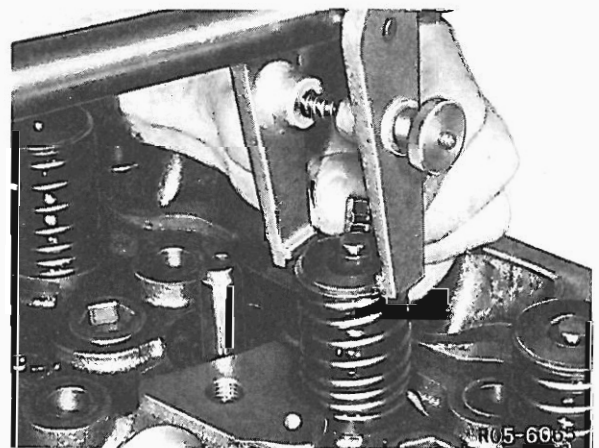

Bild 2
- 4 Kegelhälften vom Ventilschaft abnehmen. Beim Entfernen der Kegelhälften hält das Gewicht des Gegenhalters das Ventil fest. (Bild 2).